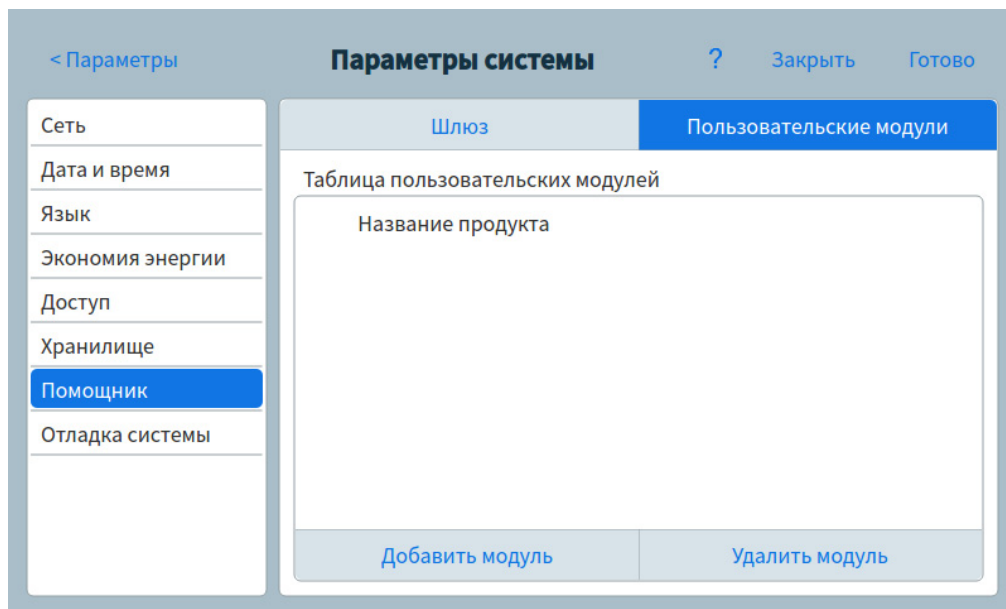

Рис. 46 Страница удаленного помощника, вкладка пользовательских модулей
- а Нажмите вкладку **Пользовательские модули**. Откроется страница **Пользовательские модули**. См. Рис. 46.